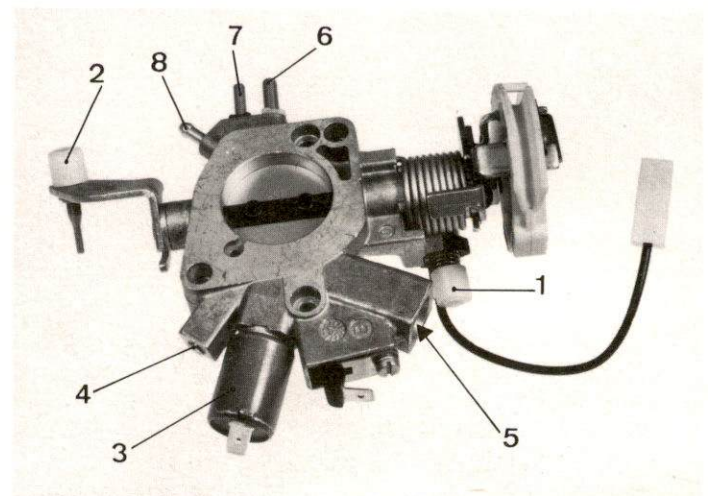

Abb. 22
- **Leerlaufabschaltventil** mit entsprechender Aludichtung abschrauben (**Abb. 22**).